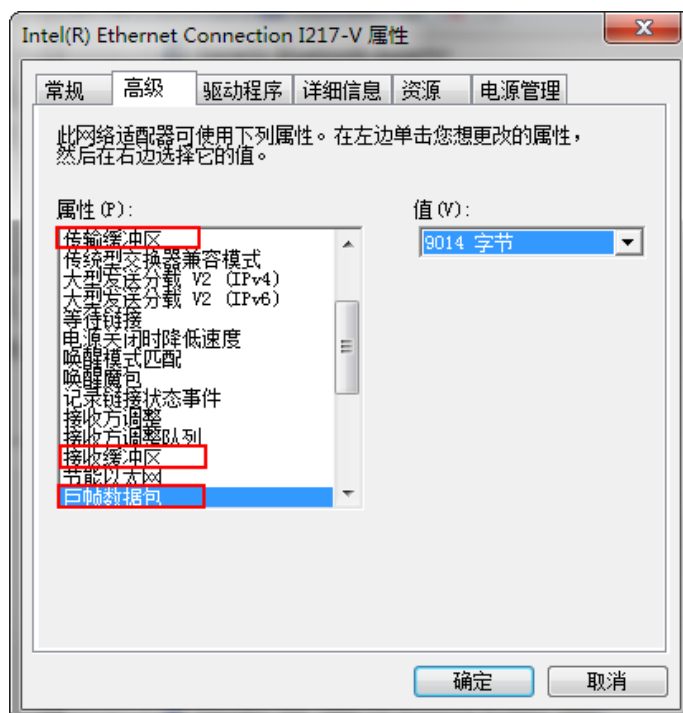

图3-8 设置网卡巨帧
- 依次单击“控制面板”>“硬件和声音”>“设备管理器”>“网络适配器”，选中相应的网卡，打开属性中的高级菜单，本地网卡大型数据帧设置为 9014 字节，传输缓冲区和接收缓冲区设为 2048，中断节流率设置为极值，如图 3-8 所示。